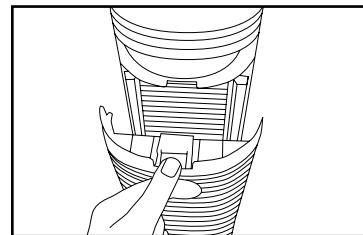

Fig. 1
1. Para verificar el filtro, abra la rejilla trasera empujando suavemente hacia abajo la lengüeta que se encuentra en la parte superior de la rejilla trasera. Fig. 1